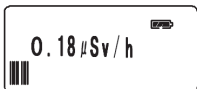
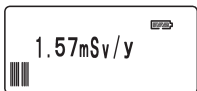

図2
図3
- ③カウントダウンの値が0(ゼロ)になると、図2のように線量当量率(シーベルト、Sv)※aが表示されます。γ11Jr.はμSvですから、100万分の1の単位になります。右端のhは、1時間あたりの線量当量率を表します。カウントダウン直後の数値は通常よりもばらついた表示になりますが、2分以降は比較的安定した数値になります。但し、低線量の場所では放射性物質の性質上ばらつきが多くなります。これは、低線量の所では、センサーに入ってくる放射線の数が少なく安定しないためです。高線量の所は比較的早く安定します。
- ④計測値は20秒単位で更新されます。真の値に近いデータを求めるときは、1分毎の数値を記録して平均値を求めればより精度の高い計測値になります。
- ⑤γ11Jr.は、予測年間線量当量率を表示することができます。この状態で、スイッチを正面から見て、右側に倒してください。表示にmSv/yと表示されます。(図3) これは、今の線量を1年間浴び続けるとこの数値になることを表示します。